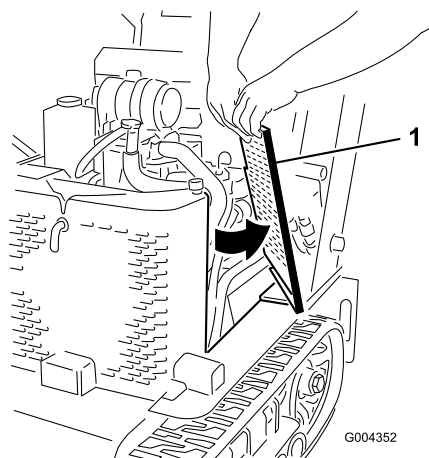

Bild 27
2. Schieben Sie die Seitengitter (Bild 27) nach oben und aus den Schlitzen im vorderen Gitter und im Rahmen.